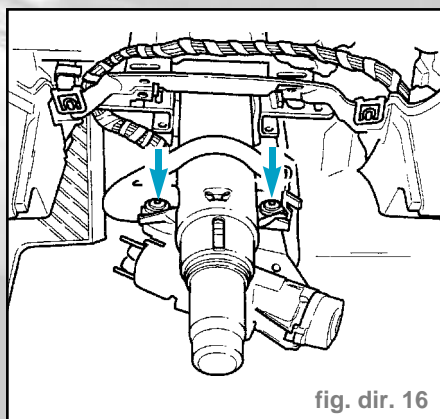

fig. dir. 16
- Faire sauter les vis à point de rupture en les perçant ou en leur appliquant un coup de burin si nécessaire et déposer le boîtier du contact-démarrreur (fig. dir. 16).